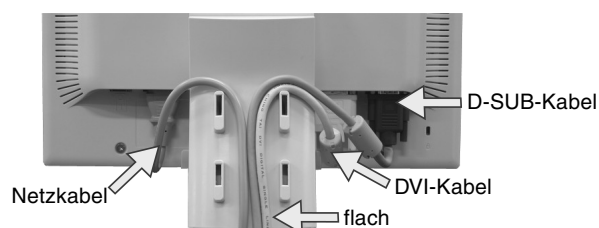

Abbildung C.2
5. Führen Sie die DVI-, D-Sub- und Netzkabel zwischen den Halterungen durch (**Abbildung C.2**).
6. Sorgen Sie dafür, dass alle Kabel flach am Fuß anliegen (**Abbildung C.2**).